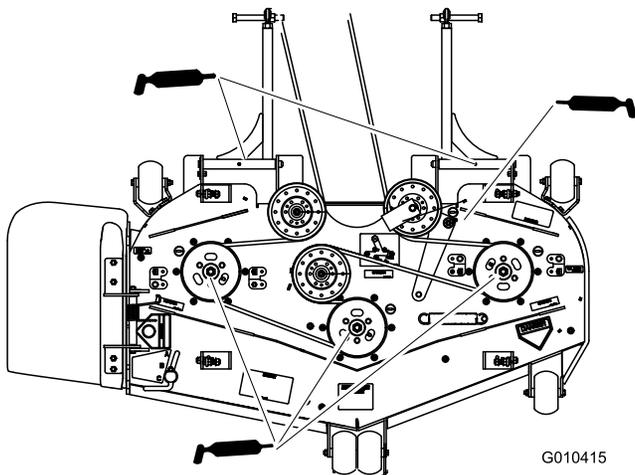

Figura 35
4. Engrase los tres cojinetes de los ejes debajo de las poleas hasta que rezume grasa de las juntas inferiores (Figura 35).
5. Engrase el brazo tensor de la plataforma del cortacésped (Figura 35).
6. Lubrique los puntos de engrase de los brazos de empuje (Figura 35).